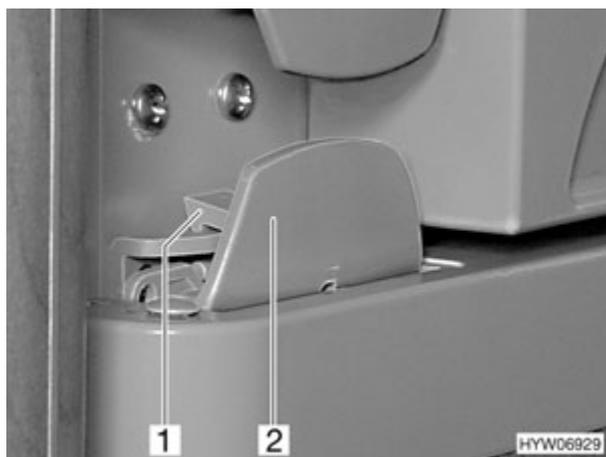

Fig. 158 Dispositif de verrouillage de la porte du réfrigérateur, fermé (variante 3)
- Ouvrir la porte du réfrigérateur sur la poignée (Fig. 158,2). Le verrouillage (Fig. 158,1) sera débloqué automatiquement.